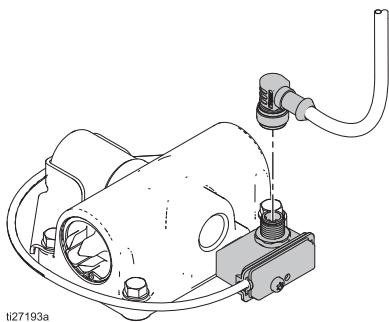

Рис. 2. Разъедините DataTrak
1. Отвинтите кабель от узла язычкового переключателя. См. Рис. 2.